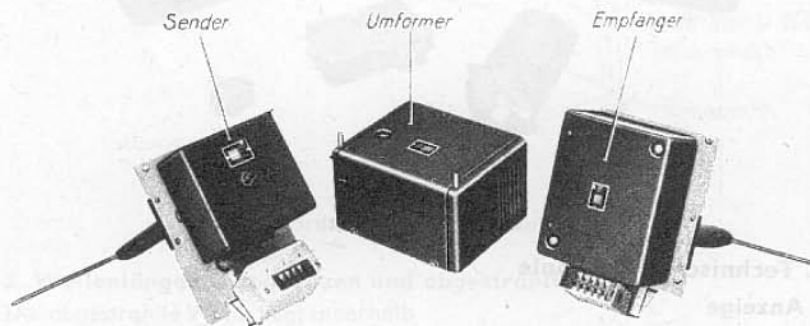
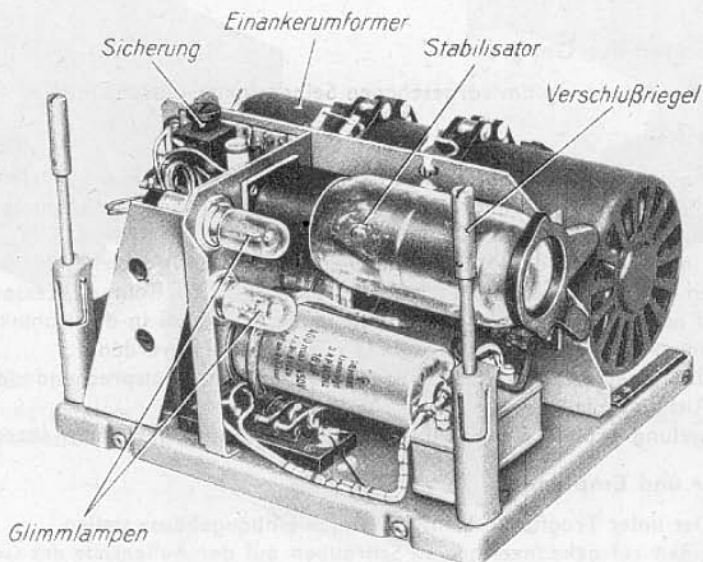

Bild 1: Gerätesatz
Bild 7: Umformer, Innenansicht
Zum Höhenmesser gehören der Gerätesatz\*) (Bild 1):
1. **Sender und Empfänger** (Bild 1) besitzen grundsätzlich den gleichen äußeren Aufbau. Auf einer metallenen Grundplatte sitzt federnd, mit einer Blechkappe abgedeckt, der eigentliche Sender- bzw. Empfänger-Teil. Starr mit ihr verbunden sind der Bock mit der Kontaktleiste (und der Entstörung beim Sender) und der Antennenmast mit den beiden Antennenstäben. Die elastische Verbindungsleitung zwischen den Antennen und dem gefederten Teil verläuft innerhalb des Mastes.
2. Der **Umformer** (Bild 1) trägt auf seiner Oberseite die einzige Sicherung der Anlage, auf seiner Unterseite die Kontaktleiste. In seinem Inneren (Abnehmen der Kappe nach Lösen der vier rot gekennzeichneten Schrauben) befinden sich ein Einanker-Umformer, Siebmittel, ein Stabilisator und 2 Glimmlampen (Bild 7).